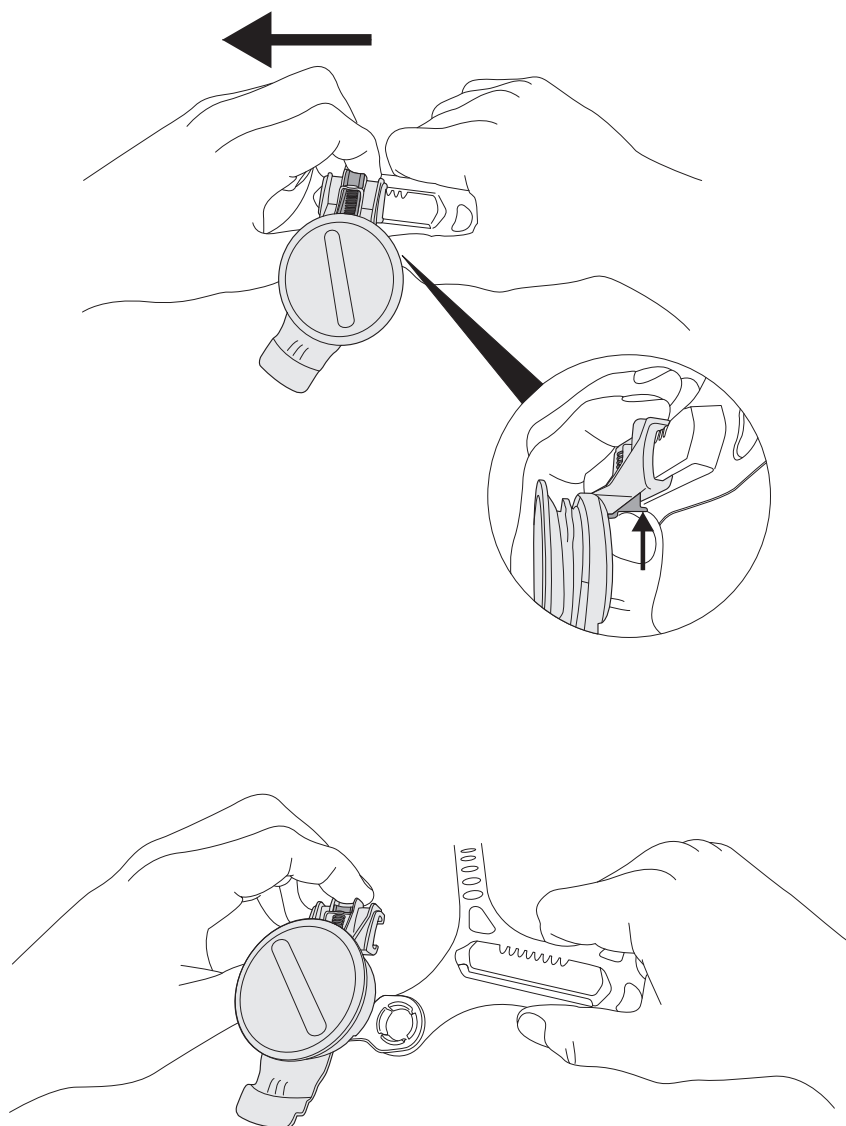

Fig. 25a
- Après avoir retiré la coiffe (consulter la section 3 « Mise en place et ajustement du masque de soudeur »), pousser le bouton de verrouillage gris coulissant, faire glisser le mécanisme de pivot vers l'arrière (vers le bouton d'ajustement de la pièce faciale) de la glissière et, à l'aide du pouce, le pousser hors de celle-ci. Cette action nécessite une certaine force (Fig. 25a).